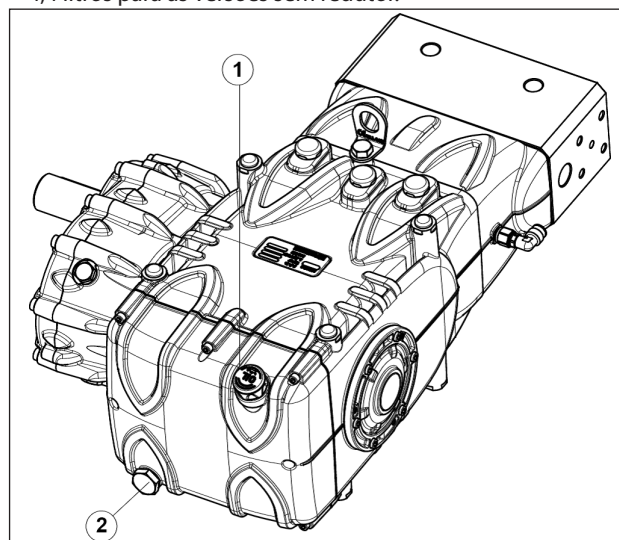

Fig. 3
Verifique o nível de óleo, e se necessário, reabasteça pela haste do nível do óleo, pos. ①, Fig. 3.
O controle correto do nível do óleo é realizado com a bomba em temperatura ambiente, a troca do óleo é executado com bomba de temperatura de trabalho, removendo: a haste do nível do óleo pos. ②, Fig. 3.